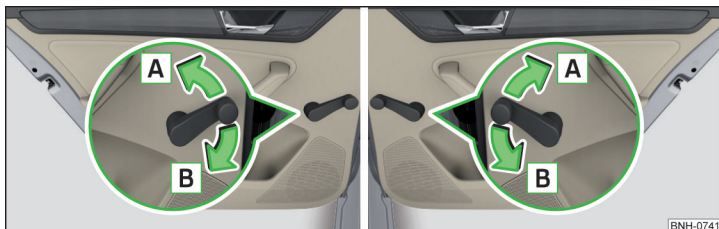

Fig. 50 Operarea geamului: stânga/dreapta
- Pentru **deschidere**, rotiți macaraua în sensul săgeții **A** » fig. 50.